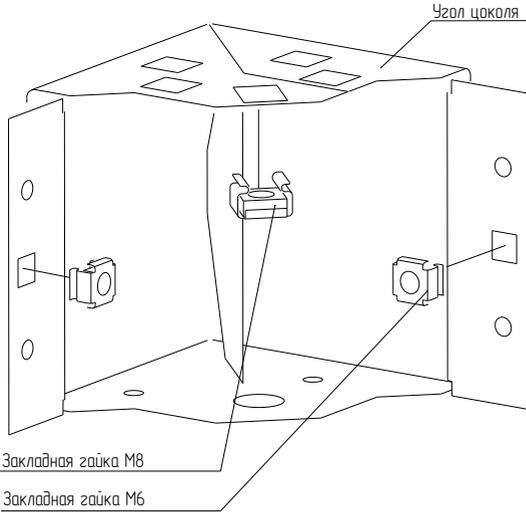

Рисунок 5
4.3.2 Установить на каждый угол цоколя две закладные гайки М6 и одну – М8 (рисунок 5).